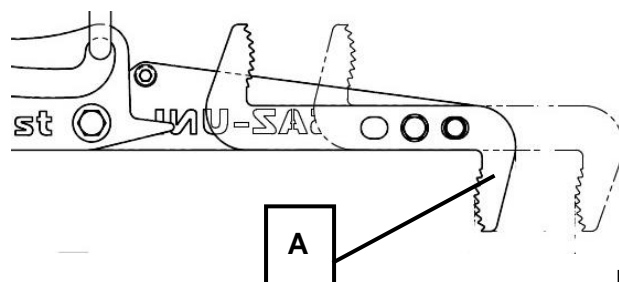

Bild 1
Przy chwytaku lub części pośrednich (patrz rys. 2 lub 3) ruchome ramię chwytaka musi być ustawione na mniejszy zakres chwytu (A) (patrz rys. 1).